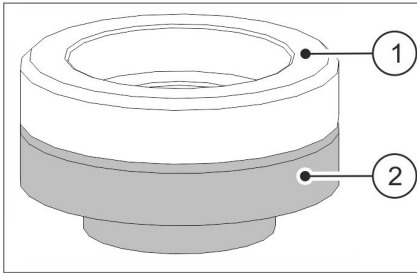

Abb. 47 Flaschenaufnahme mit Flaschenzentrierring
05. Entnehmen Sie die Flaschenaufnahme aus dem Flaschenzentrier-ring (Abb. 47) und entfernen Sie Getränkereste. Legen Sie die Flaschenaufnahme wieder in den Flaschenzentrier-ring ein.